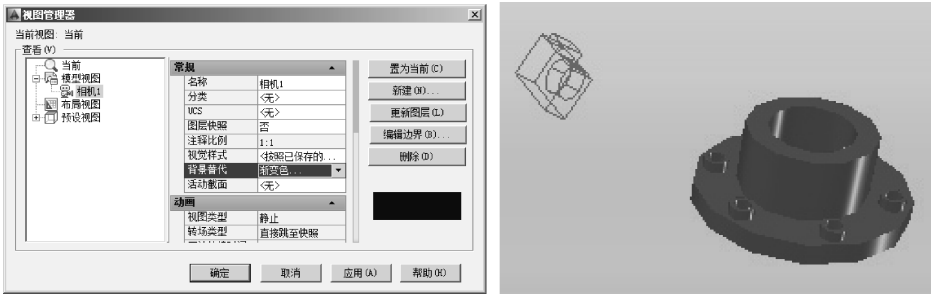

图 10-21 设置背景
5) 在功能区单击“视图”选项卡→“视图”面板→“视图管理器”按钮，在弹出的“视图管理器”对话框中选择“相机 1”视图，将“背景替代”选项设为“渐变色”，并在弹出的“背景”对话框中设置渐变色的底部、中间、顶部颜色，如图 10-21 所示。